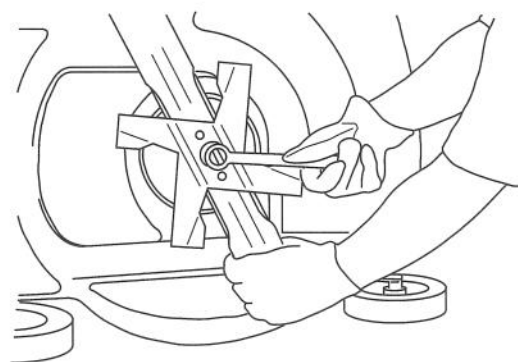

Figure 32
3. Installer l'hélice de paillage dans le logement de la lame et serrer avec l'écrou de lame (Fig. 32).